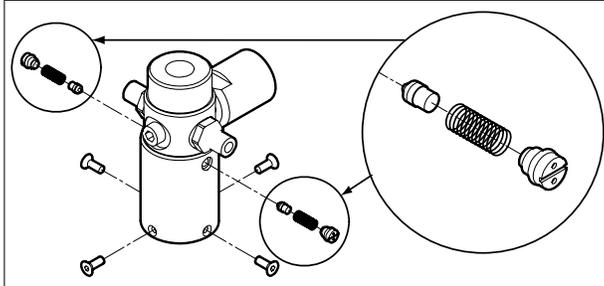

Abbildung 3. Reinigung der Ventilbaugruppe
2. Die Feder- und O-Ring-Baugruppe sorgfältig entfernen. Beim Entfernen des Absperrventils vorsichtig vorgehen, da dieses mehrere kleine Komponenten enthält. Siehe Abbildung 3.